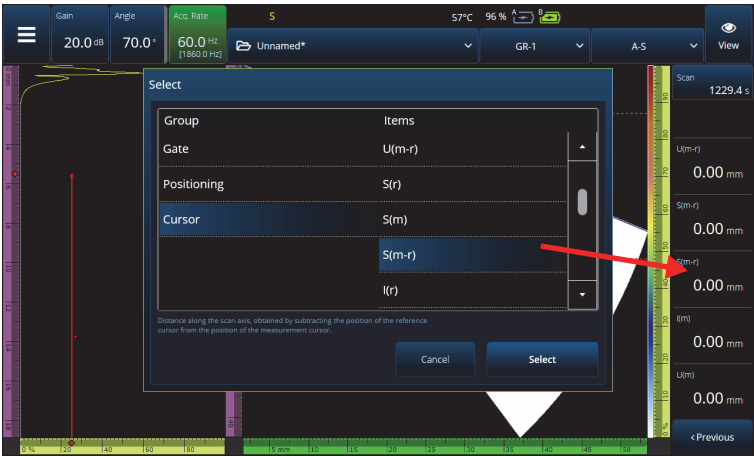

Figure 2-63 Sélection d’une lecture
- b) Le paramètre **Select Reading** (Sélect. lecture) permet de remplacer une lecture spécifique par l'une des lectures disponibles (Figure 2-63 à la page 126).